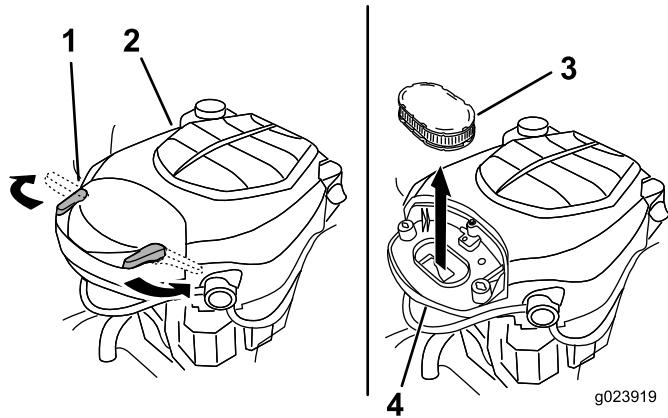

Figura 27
2. Retire la tapa para tener acceso al elemento del limpiador de aire (Figura 27).
6. Instale la tapa y sujetela con los enganches (Figura 27).